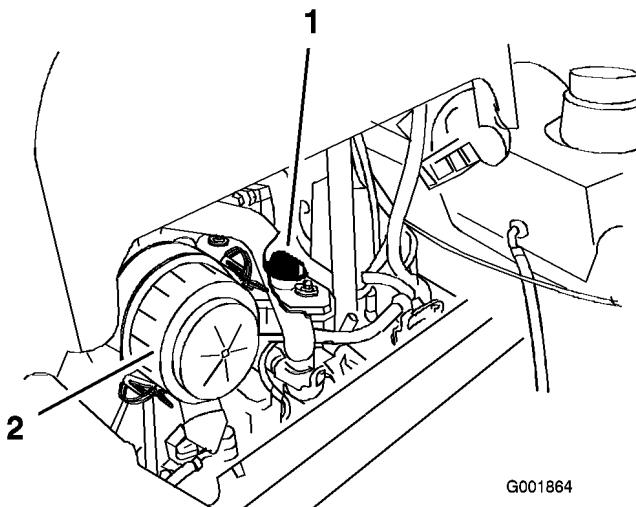

Figura 44
6. Togliete il tappo di riempimento dell'olio da sopra il motore (Figura 44). L'olio si scaricherà più facilmente.
2. Togliete il tappo di rifornimento dell'olio e l'asta di livello (Figura 44).